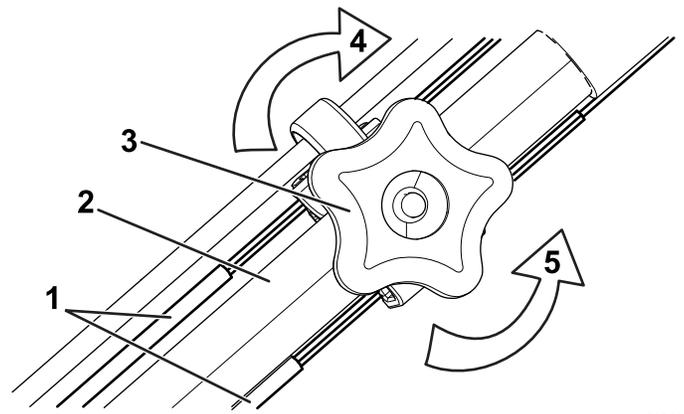

Figura 29
1. Gire el pomo de ajuste en sentido antihorario para aflojar el cable (Figura 29).
2. Ajuste la tensión de los cables (Figura 29) tirando de ellos hacia atrás o empujándolos hacia adelante, y sujételos en esa posición; la longitud de ambos cables debe ser la misma.